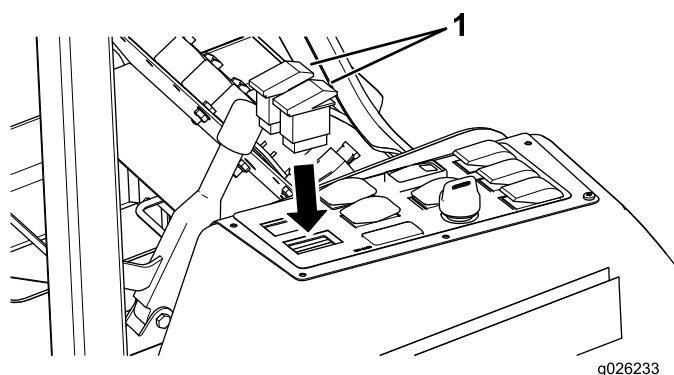

Figure 6
- Branchez les interrupteurs aux connecteurs électriques du panneau de commande et insérez les interrupteurs dans le panneau (Figure 6).